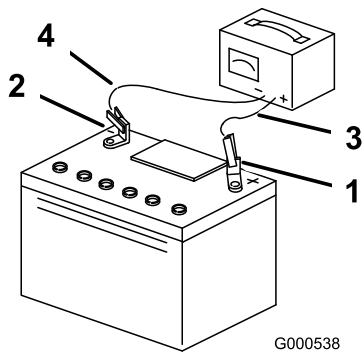

Bild 42
3. Wenn die Batterie ganz aufgeladen ist, ziehen Sie den Stecker des Ladegeräts aus der Steckdose und klemmen Sie die Klemmen des Ladegeräts von den Batteriepolen ab (Bild 42).